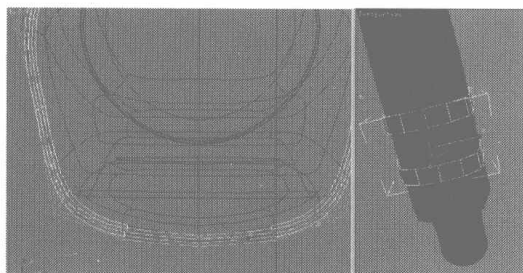
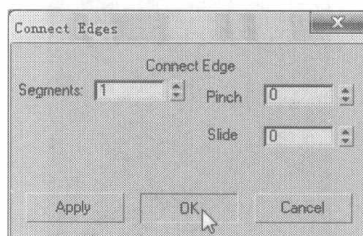
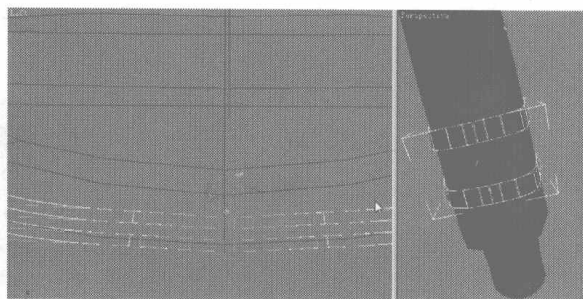

图 2.134
图 2.135
图 2.136
- 08** 选择如图 2.134 所示曲线，单击 **Connect** 右边的小按钮，添加细分曲线，在弹出的对话框中设置参数如图 2.135 所示，结果如图 2.136 所示。